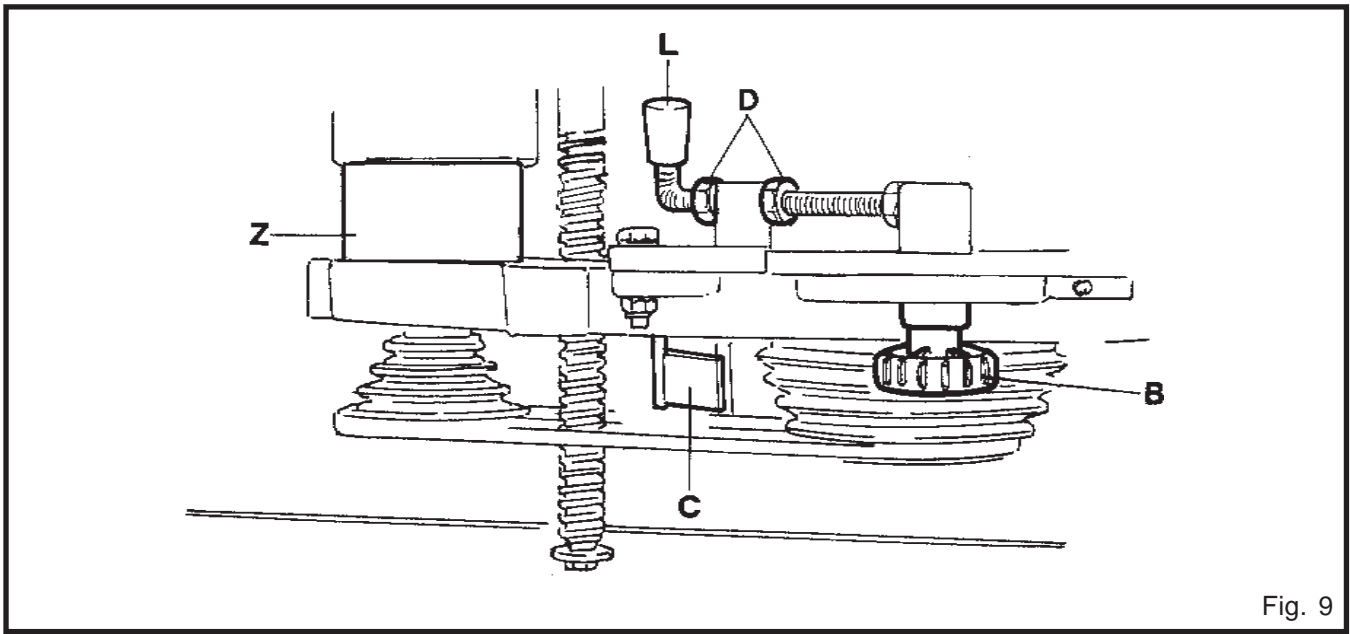

Fig. 9
Accedere al cambio cinghie aprendo lo sportello anteriore, quindi allentare il pommello B fig. 9 (solo per F115), e tirare la leva L verso l'esterno, togliendo tensione alla cinghia. Spostare la cinghia nella gola desiderata. Una targhetta posta all'interno dello sportello aiuterà nella scelta della gola. Nella tabella 1.10.2 sono riportati i giri ottimali da tenere con sicurezza.
Before performing this operation, turn the brake release switch to the required position. Open the front door to gain access to the belts. Loosen the knob (B, fig. 9 only for F115) and pull the lever (L) so that the belts can be loosened. Move the belt to the required groove. Refer to the plate on the inside of the door to select which groove is to be used. The optimal RPMs are given in chart 1.10.2.
Abrir la puerta delantera para acceder al cambio de las correas; después aflojar el pomo B, fig. 9 y tirar la palanca L hacia el exterior, quitando la tensión de la correa. Desplazar la correa en la garganta deseada. Una placa colocada dentro de la puerta ayudará en la elección de la garganta.